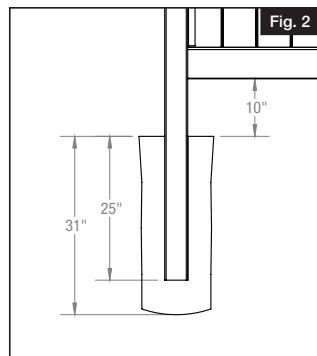

Fig. 2
- Dig a 31" deep by 10" diameter hole for each post footing. Use a post hole digger or an auger (Fig. 2).
- Creuser un trou de 31 po (78,7 cm) de profondeur et de 10 po (25,4 cm) de diamètre pour la semelle de chaque poteau. Utiliser une bêche à poteau ou une tarière (Fig. 2).
- Les poteaux en vinyle doivent être enfouis à 25 po (63,5 cm) dans le sol. Utiliser une base de gravier de 6 po (15,2 cm) sous les poteaux. Insérer tous les poteaux et vérifier les mesures, l'emplacement et l'orientation. Noter l'emplacement des poteaux d'extrémité qui n'ont des rainures que d'un seul côté (Fig. 2).
- Cave un agujero de 31" (80 cm) de profundidad por 10" (25 cm) de diámetro para cada cimiento de poste. Utilice una excavadora de hoyos para postes o una barrena (Fig. 2).
- Los postes de vinilo deben enterrarse 25" (65 cm) en el suelo. Utilice una base de grava de 6" (15 cm) bajo los postes. Inserte todos los postes y vuelva a comprobar las medidas, la ubicación y la orientación. Observe las ubicaciones de los postes finales que solo tienen muescas en un lado (Fig. 2).